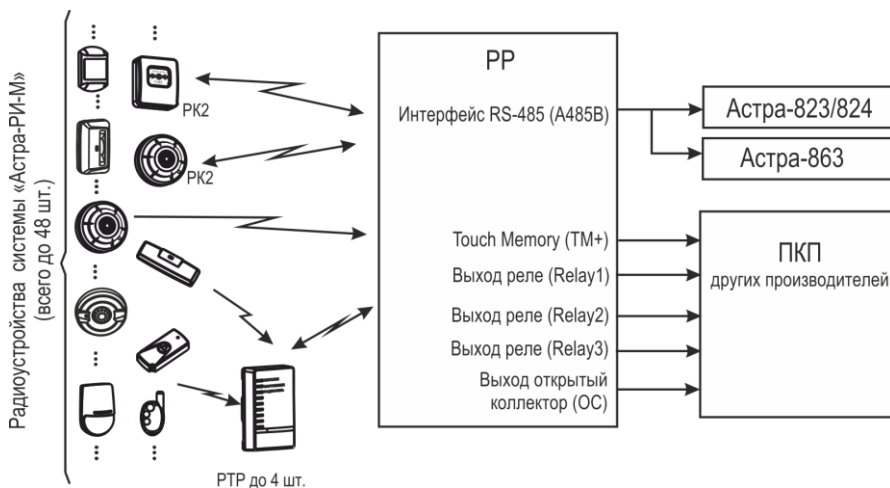

Рисунок 1
1.3 В режиме **автономный** РР обеспечивает (рисунок 1):